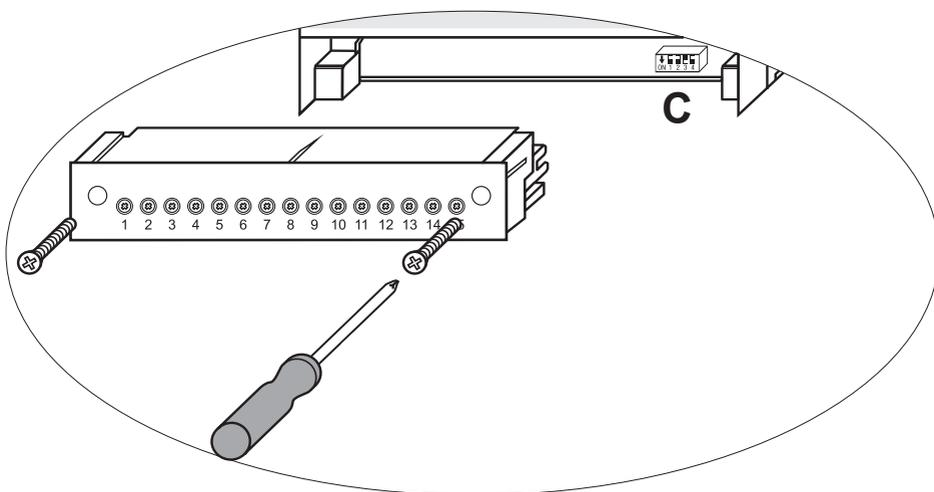

Fig. 12
Commutateur à code C : S1 = OFF, S2 = OFF, S3 = ON, S4 = OFF Voir Fig. 12
- Réglette de bornier inférieure : dévisser les vis de fixation gauche et droite. Fig. 12